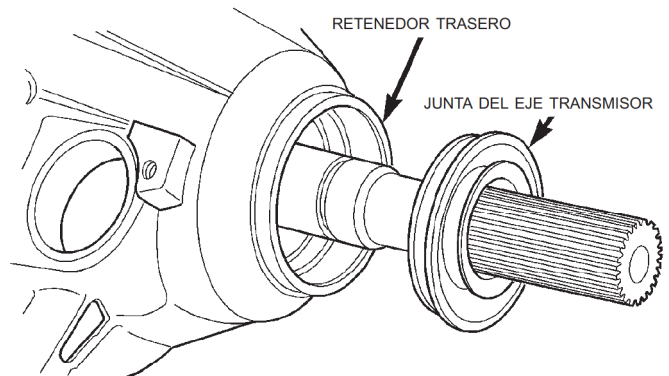

Fig. 10 Junta del retenedor trasero
- (6) Utilice una herramienta de palanca adecuada, o un tornillo montado en un martillo de percusión, para retirar la junta del retenedor trasero (Fig. 10).